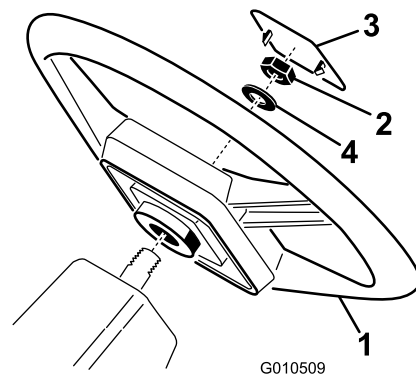

Bild 3
- Nehmen Sie die Mutter von der Lenkwelle ab. Schieben Sie das Lenkrad und die Scheibe auf die Lenkwelle (Bild 3).